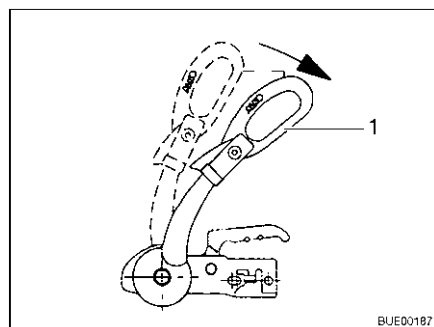

Fig. 191 Poignée de stabilisation
- Ouvrir la poignée de stabilisation (Fig. 191,1).